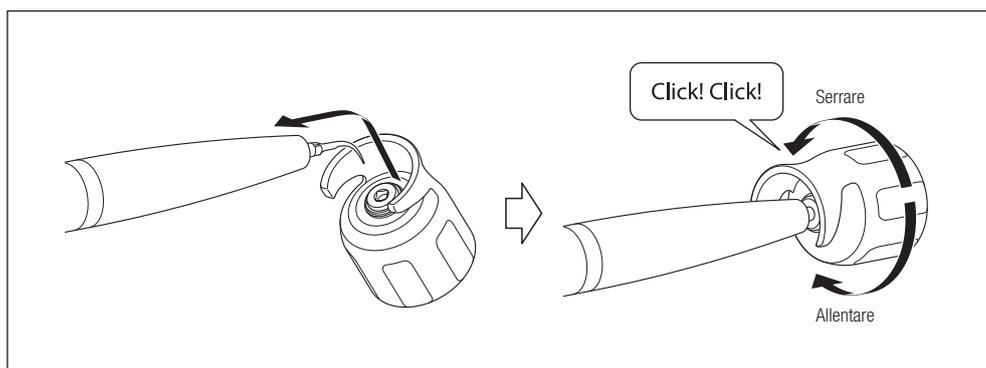

Fig. 16
- 3) Inserire la sagoma quadrata della punta nella fessura della chiave per punta (CR-10), quindi inserire la punta nel foro. Ruotare la chiave fino a quando si avverte uno scatto e la chiave comincia a girare senza serrare ulteriormente. Durante questa procedura, tenere il manipolo in modo da non torcere il cordone del manipolo. Per rimuovere la punta, ruotare la chiave in direzione di sblocco in direzione della freccia che indica "Allentare" (Fig. 16).